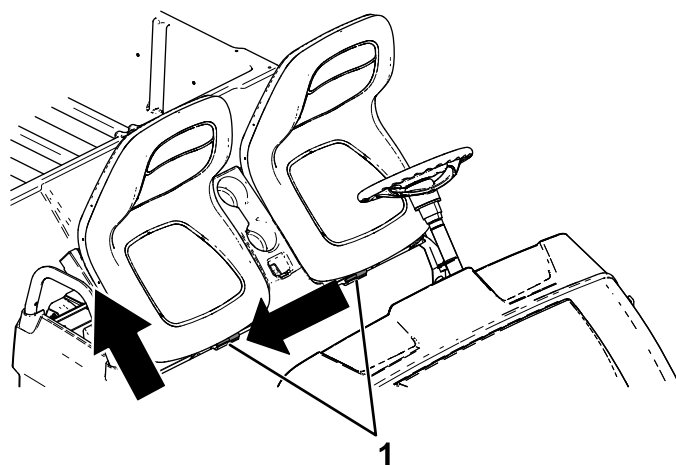

Figura 28
2. Deslice el conjunto de asientos hacia un lado hasta que se desenganchen los pasadores, y levante el conjunto de asientos hacia arriba (Figura 28).